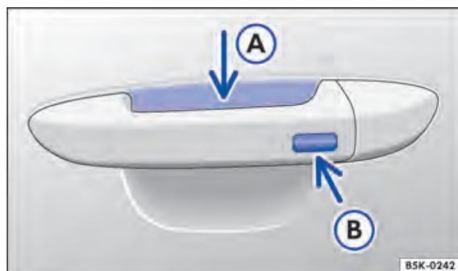

Fig. 52 Keyless Access : superficies do sensor.
– Effleurez le capteur → fig. 52 A à l'intérieur la poignée de la porte du conducteur ou la porte du passager avant.
– Touchez la surface du capteur → fig. 52 B à l'extérieur de la poignée de porte du conducteur ou du passager avant un tourner.
– De plus, dans les 5 secondes, la lecture d'un  sur le capteur à l'extérieur de la poignée de porte → fig. 52 B
électriques et le toit ouvrant, saisissez la poignée de porte tout en maintenant enfoncé le capteur situé à l'intérieur de la poignée → fig. 52 A et la surface du capteur B
électriques et le toit ouvrant, maintenez un doigt sur la surface du capteur pendant quelques secondes → Fig. 52 B à l'extérieur de la poignée de porte conducteur ou passager avant.
Un jet d'eau ou de vapeur puissant peut activer les surfaces des capteurs sur les poignées de porte si, en même temps, une clé de véhicule valide se trouve dans la zone d'approche. Si au moins une fenêtre est ouverte et que la surface du capteur → fig. 52 B sur une poignée de porte est activé en permanence, toutes les vitres seront fermées. Si le jet d'eau ou de vapeur s'éloigne brièvement de la surface du capteur → fig. 52 A d'une poignée de porte et se dirige à nouveau vers elle, éventuellement toutes les vitres s'ouvriront.